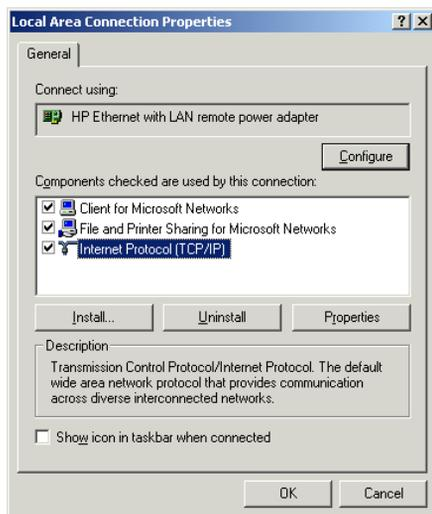

Figura 39 Propiedades de la conexión de área local
- 3 En el diálogo '**Local Area Connection Properties**' (consultar la Figura 39) hacer clic en el botón **Configuration** para asegurarse de que el dispositivo esté funcionando correctamente.